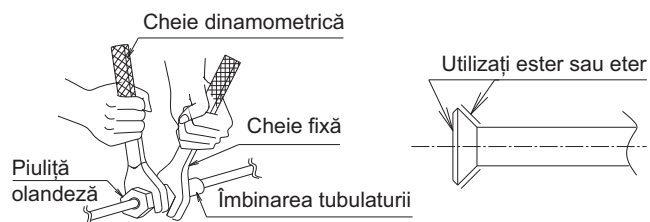

Fig. 6
(1) Racordați tubulatura.
- La racordarea sau deconectarea conductelor la sau de la unitate aveți grijă să folosiți atât o cheie fixă cât și una dinamometrică, conform desenului. (Consultați Fig. 6)